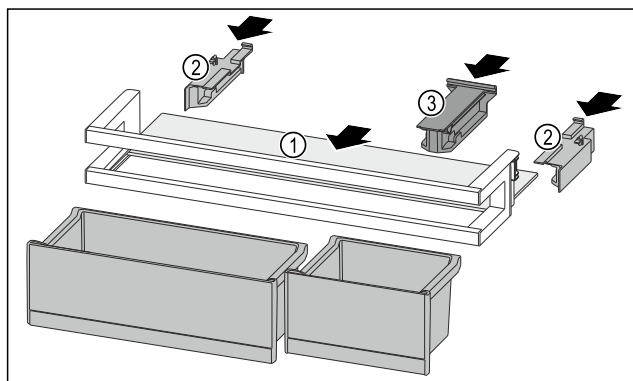

Fig. 124
- Policu za odlaganje Fig. 124 (1) gurnite u bočne otvore.
- Umetnite bočne dijelove Fig. 124 (2).
- Umetnite pridrži dio Fig. 124 (3).